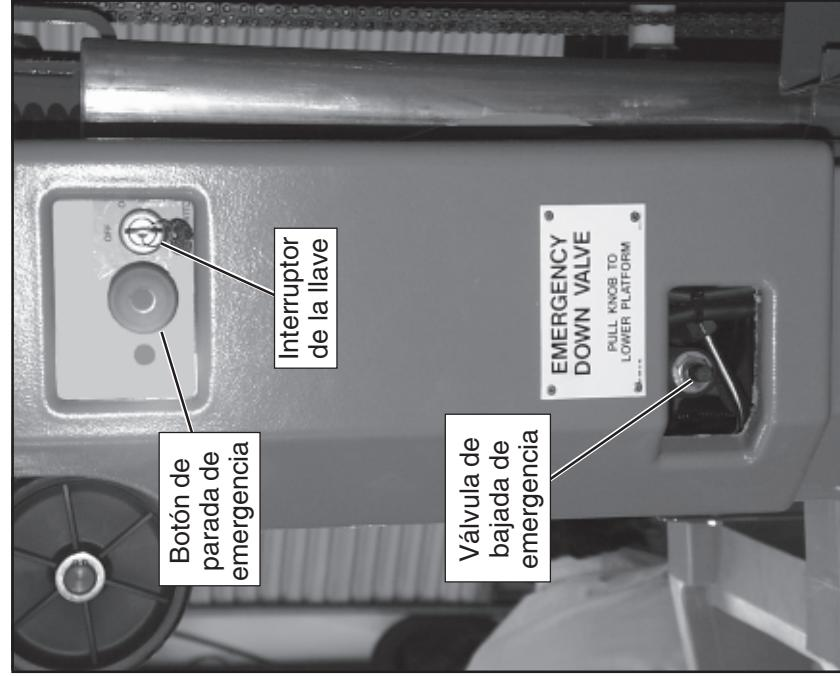

Figura 5: Controles de la base
- Pídale a alguien que se encuentre en el piso que abra la válvula de bajada de emergencia para bajar la plataforma. Esta válvula se encuentra a través de un disyuntor en la tapa de la unidad de energía del lado izquierdo del mástil (figura 5).
- La unidad se ha configurado correctamente, los cuatro (4) estabilizadores se han instalado debidamente, la base está nivelada y la máquina ha superado la prueba de enclavamiento de seguridad.
2. Gire la llave a la posición de **ON** (encendido), el interruptor de la llave está ubicado del lado izquierdo del mástil (figura 5).